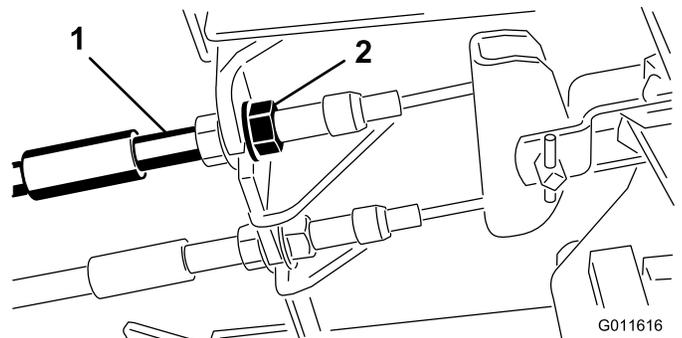

Bild 36
1. Ziehen Sie zum Reduzieren des Spiels der Bremspedale die Bremsen fester – lockern Sie dazu die vordere Mutter am Gewindeende des Bremszugs (Bild 36).